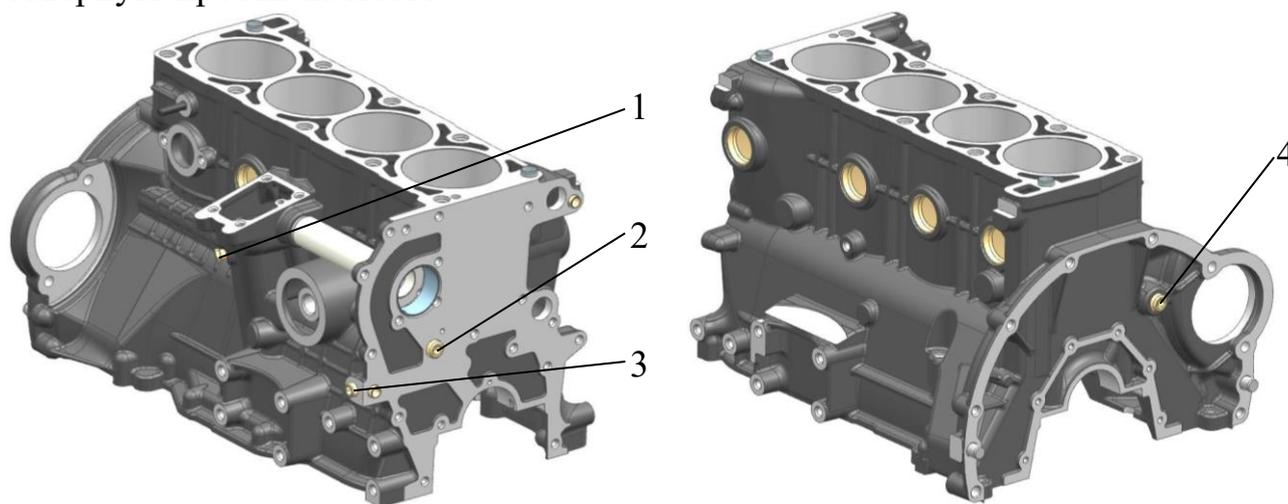
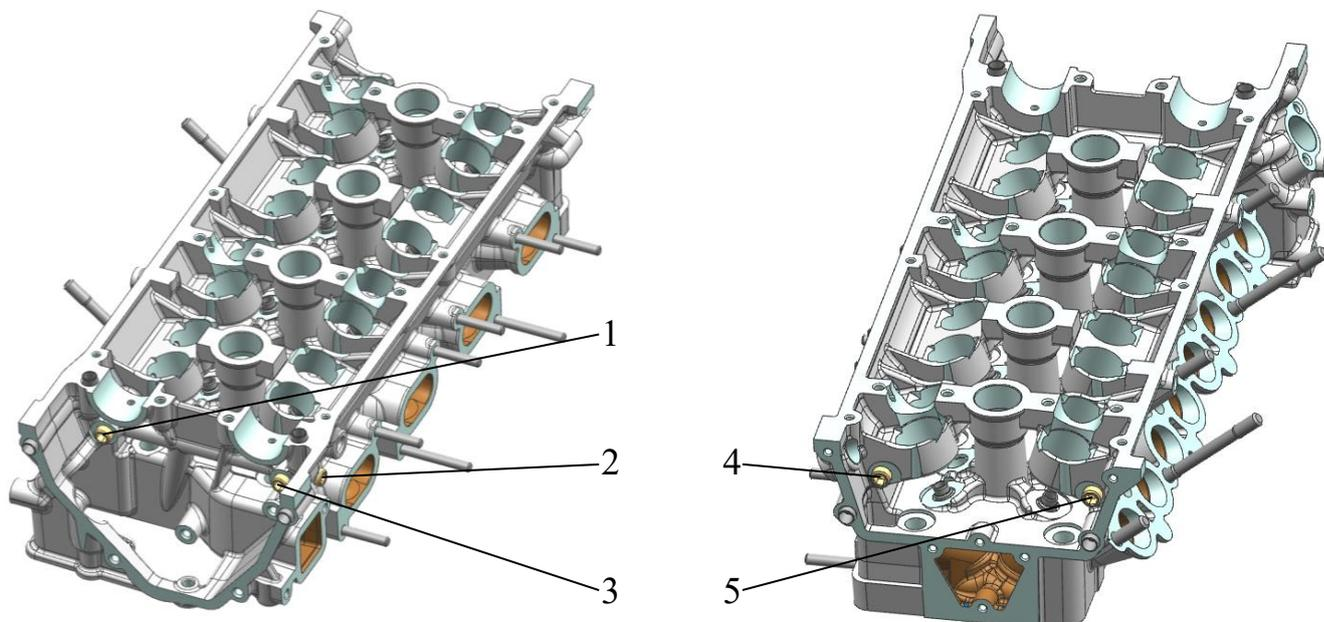

Рис.103. Пробки масляных каналов блока цилиндров:
Рис.104. Пробки масляных каналов головки цилиндров:
3. Вывернуть пробки масляных каналов блока 1, 2, 3, 4 (рис.103) и головки цилиндров 1, 2, 3, 4, 5 (рис.104) и продуть все масляные каналы сжатым воздухом. Завернуть пробки на место.
Заполнить на 2/3 полости между рабочей кромкой и пыльником резиновой манжеты смазкой «ЦИАТИМ-221» или «ЦИАТИМ-279». Установить сальникодержатель 2 (рис.104) с прокладкой 1. Для установки сальникодержателя с сальником рекомендуется использовать специальную оправку с целью правильного расположения рабочей кромки.